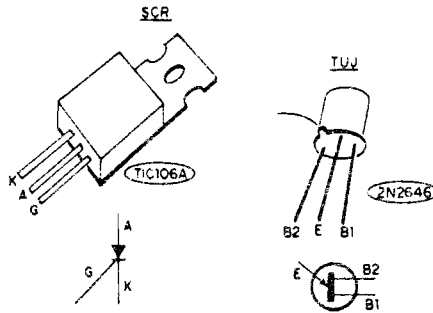

Fig. 3
- FIG. 3 - DETALHES SOBRE COMPONENTES IMPORTANTES... - Para auxílio dos iniciantes, a figura traz a aparência, pinagem e símbolos dos componentes ativos do circuito, ou sejam: o SCR e o TUJ. Quanto ao primeiro, a referência é o seu lado que apresenta uma lapela metálica, enquanto que no segundo, o referencial para identificação das "pernas" é uma pequena "orelhinha" ou saliência (indicada pela setinha) junto à base do corpo metálico... De qualquer modo, detalhes de estilização bastante claros, no "chapeado" da montagem (próxima figura), ajudarão ao eventual "começante" a não errar...